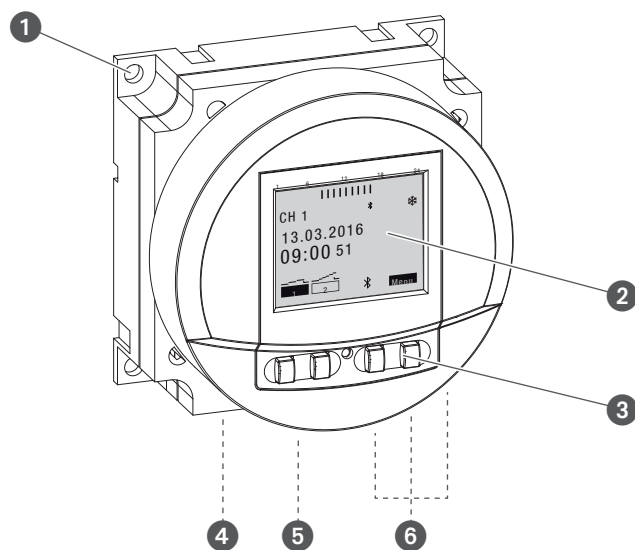
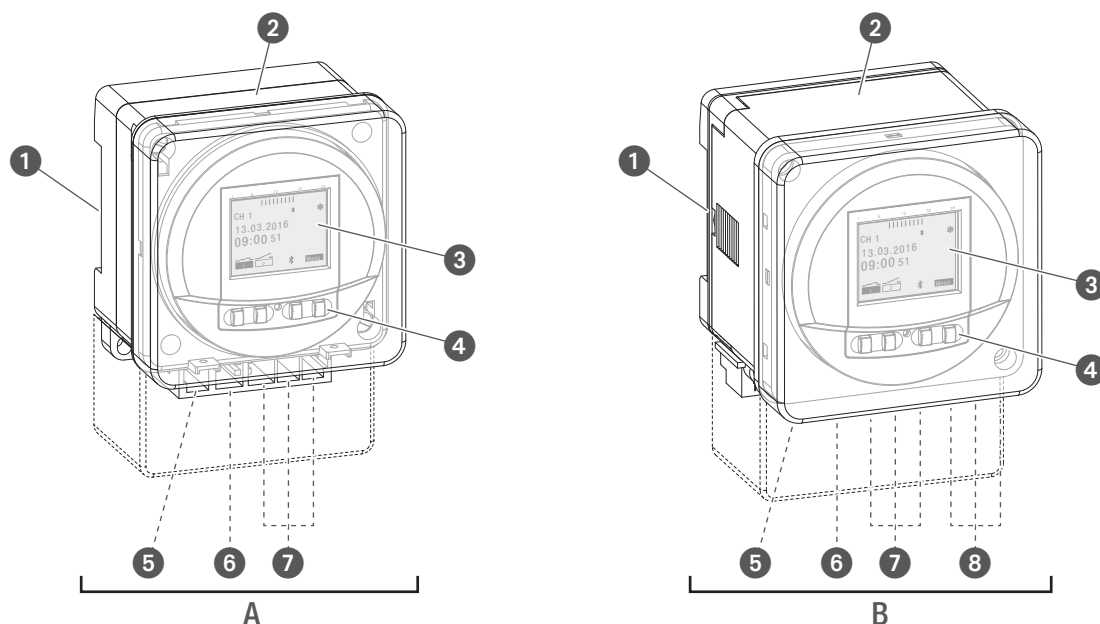

Fig. 1: Kontaktur FMD smart
Fig. 2: Kontaktur tactic smart
Kontaktret er afhængigt af typen egnet til indbygningsmontering, påbygningsmontering eller montering på en DIN-skinne ved hjælp af et kliksystem (↗ kapitlet „Installation“ på side 554). Kontaktret styrer den dermed forbundne enhed. Kontaktret har afhængigt af typen 1 eller 2 kanaler og kan betjenes via et display (fig. 1/②, fig. 2/③) ved hjælp af 4 betjeningsknapper (fig. 1/④, fig. 2/④). Kontaktret kan programmeres manuelt eller via en mobil enhed. Radiosignalets frekvens ligger på 2,4 GHz, og den maksimale sendeeffekt er 1,8 mW. Programmeringen af kontaktret kan først foretages efter tilslutningen til en ekstern spændingsforsyning.